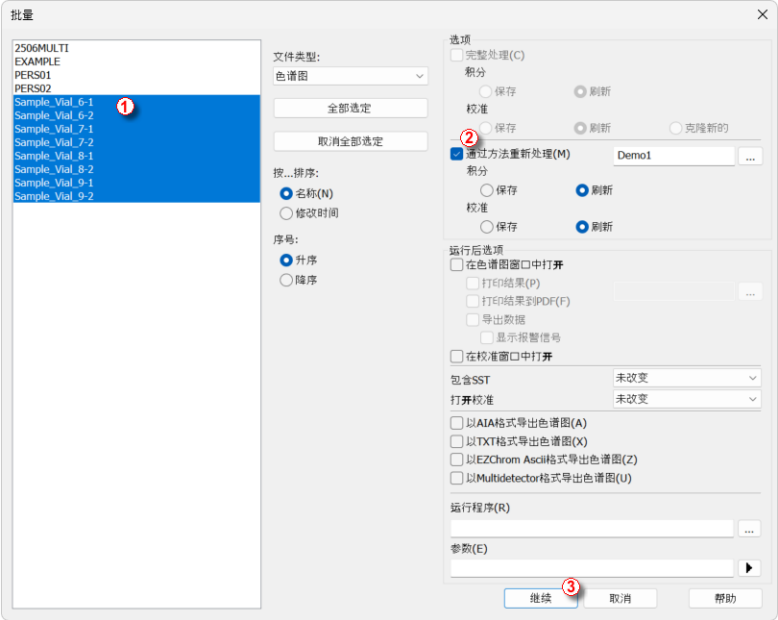

图19: 批处理对话框与选定的色谱图
- 在对话框的左侧选择要重新处理的文件① (第30页第图19.); 可以通过按住Ctrl或Shift键同时左键单击多个文件来选择它们。对于演示, 在要重新处理的数据目录中选择名称为SAMPLE_VIAL_X-Y的所有文件, 选中按方法重新处理②复选框, 选择要用于重新处理的方法, 并在选项的校准部分中选择更新。单击继续③按钮。所有选定的色谱图现在将链接到基于当前方法的校准。